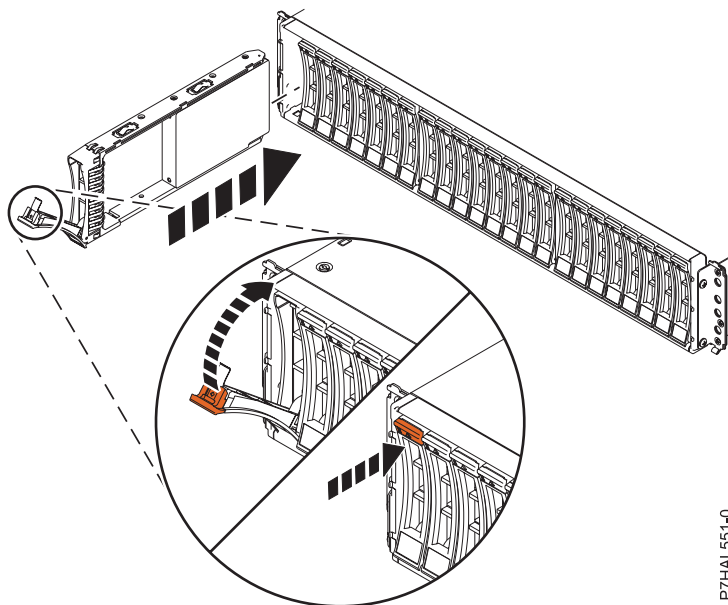

Figura 2. Instalación de la unidad de disco en Alojamiento de unidad de disco 5887
1. Con el asa en la posición de desbloqueo, como se muestra en Figura 2 en la página 10, sostenga la unidad por la parte inferior mientras la alinea con los rieles de guía de la unidad de expansión.